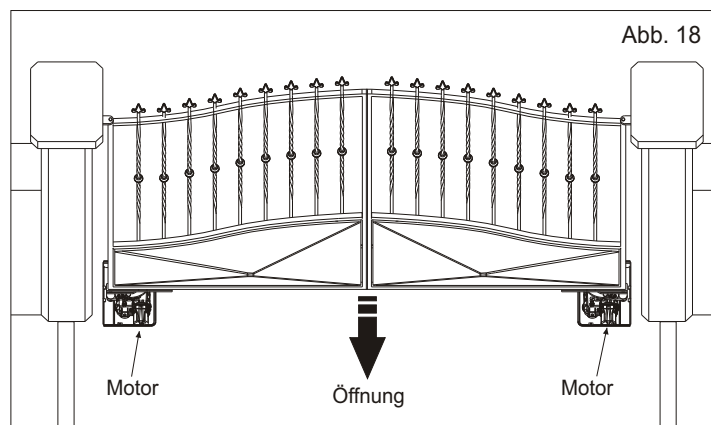

Abb. 18
4.1. Unbedingt feststellen, ob es sich um den linken oder rechten Antrieb handelt, auf jeden Fall, muss der Motor immer in Öffnungsrichtung gerichtet sein. Siehe Abb. 18.